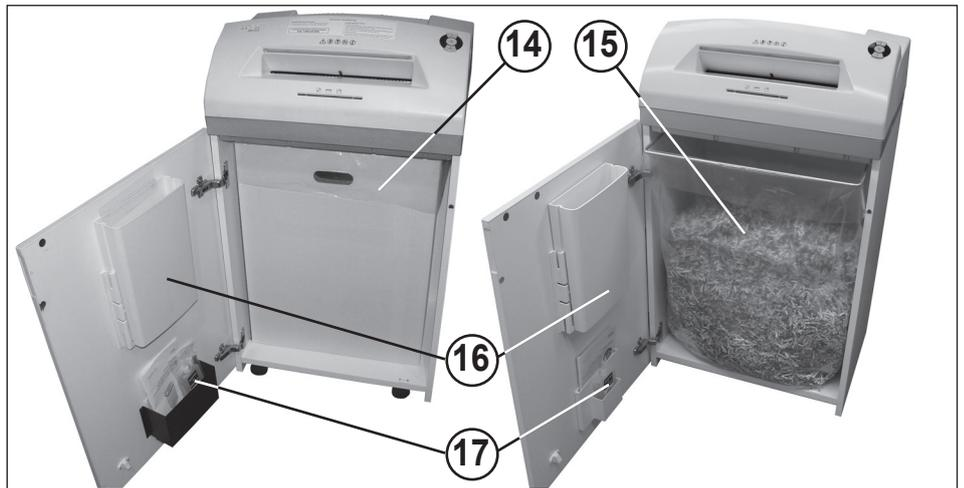

fig. 4
14 = Bac collecteur pour papier (fig. 4)
15 = Sac collecteur pour papier (fig. 4)
16 = Bac collecteur pour CD/DVD (fig. 4)
17 = Récipient d'huile (fig. 4)
VIDER LE BAC / SAC COLLECTEUR POUR PAPIER (fig. 4)
VIDER LE BAC COLLECTEUR POUR CD/DVD (fig. 4)
Ouvrir la porte. Le voyant de contrôle (8) s'allume et le voyant LED de la touche de marche arrière (4) ainsi que le voyant de contrôle (7) **clignotent**. Retirer le récipient d'huile (17) (fig. 4) de son support dans la porte et refermer la porte.